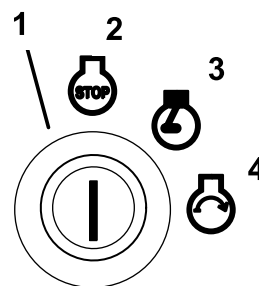

Bild 13
6. Drehen Sie den Zündschlüssel nach rechts in die Lauf-Stellung (Bild 13). Die Glühkerzenlampe leuchtet auf.
2. Drehen Sie den Zündschlüssel nach rechts in die Lauf-Stellung (Bild 13). Die Glühkerzenlampe leuchtet auf.
4. Drehen Sie den Zündschlüssel auf die Aus-Stellung (Bild 13). Warten Sie, bis alle sich bewegenden Teile zum Stillstand gekommen sind, bevor Sie die Bedienungsposition verlassen.